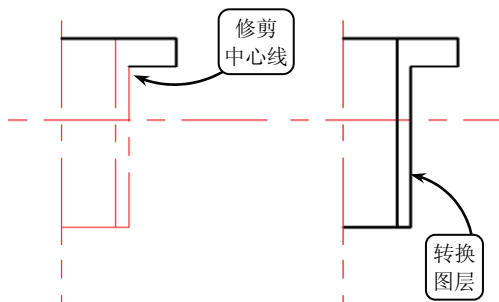

图 3-29 修剪中心线并转换图层
- ④ 单击【修剪】按钮，对偏移后的中心线进行修剪，并将修剪后的中心线转换为【轮廓线】图层，效果如图 3-29 所示。